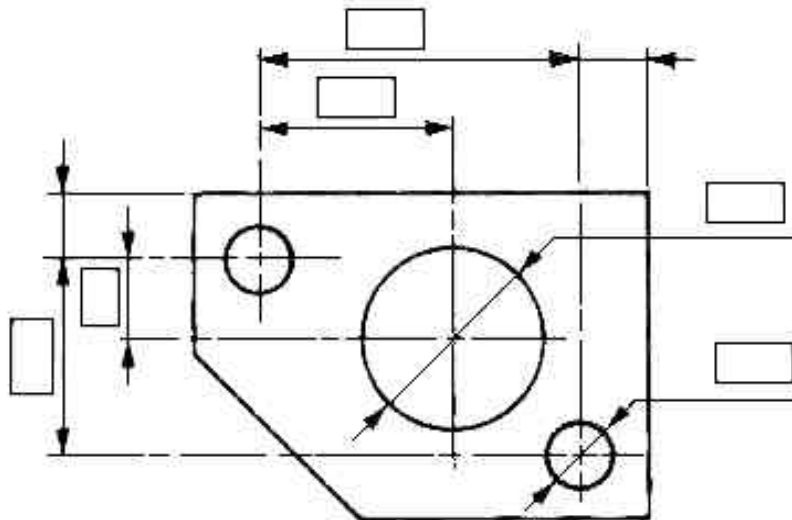

Figure 10.3
- Coter le dessin ci-dessous (figure 10.3) représenté à l'échelle 1 : 1.